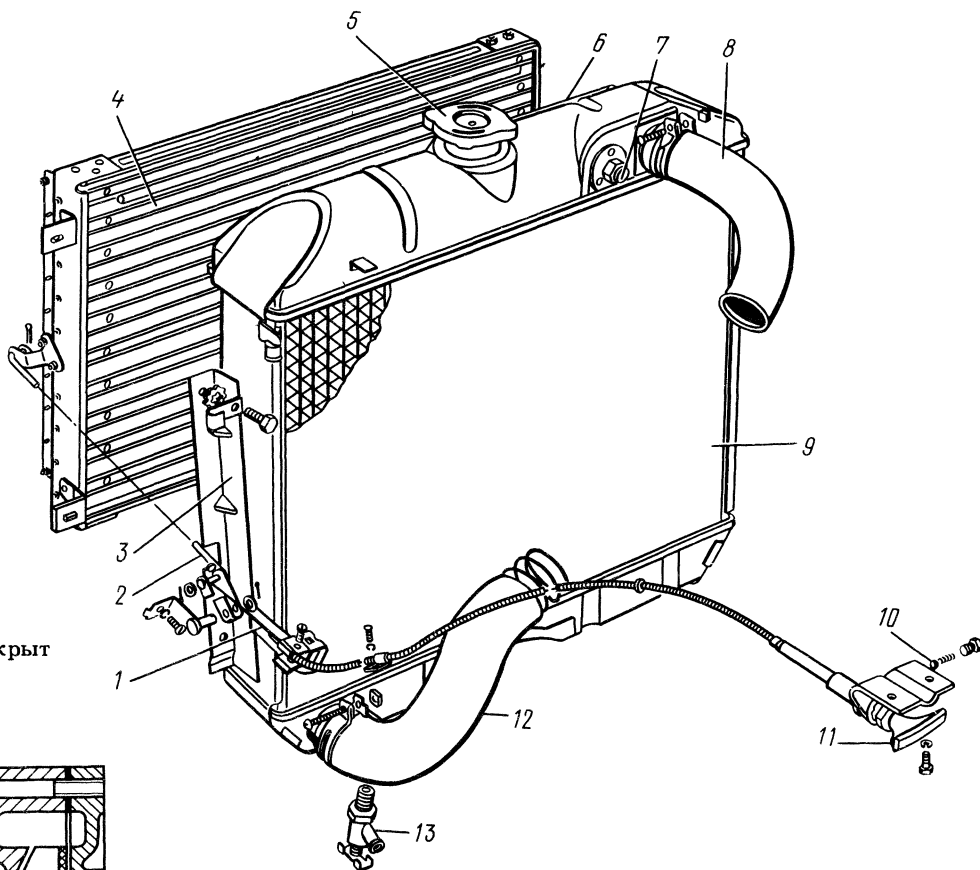

Рис. 21. Радиатор и жалюзи:
**Радиатор** — трубчато-ленточный (рис. 21); крепится к щитку-перегородке радиатора, приваренному к кузову.